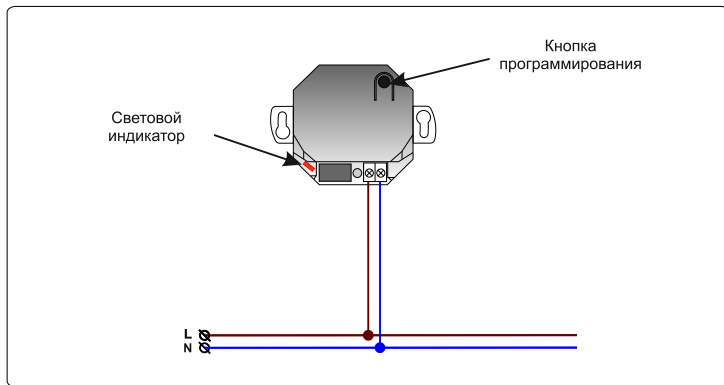

Рисунок 6 Типовая схема подключения Nero 8761 UPM
- Ознакомиться с типовой схемой подключения (см. рисунок 6).